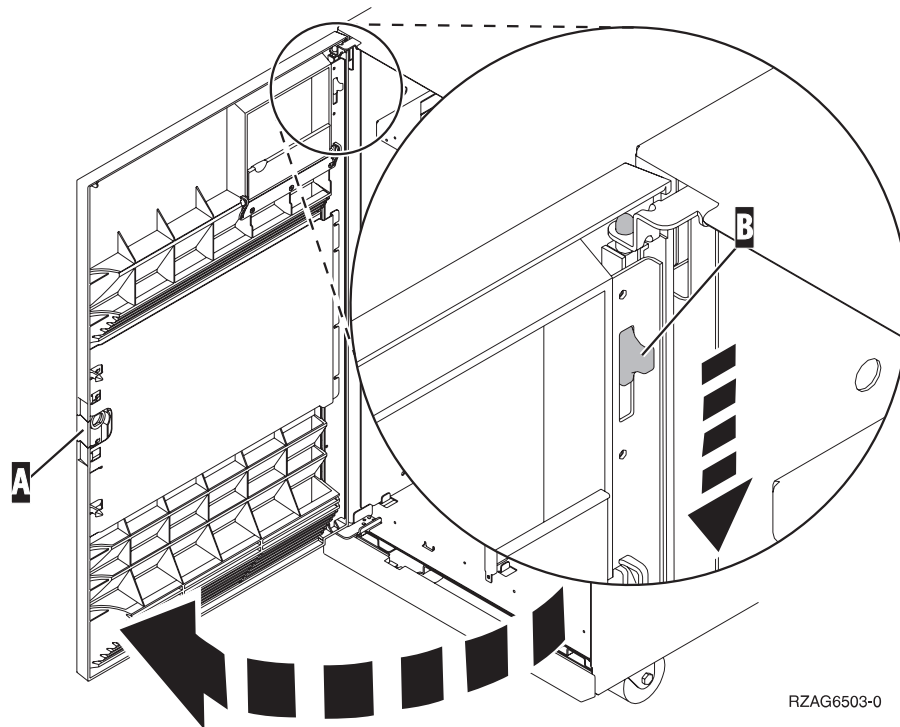

図42. 前面カバーの扉の開き方
- __ 4. システム装置が完全に電源遮断されたら、システム装置に接続されているすべてのパーソナル・コンピューター (PC) および装置類 (印刷装置や表示装置など) を電源オフします。
- 7. 図42を参照し、**A** のラッチを使って前面カバーを開けてください。